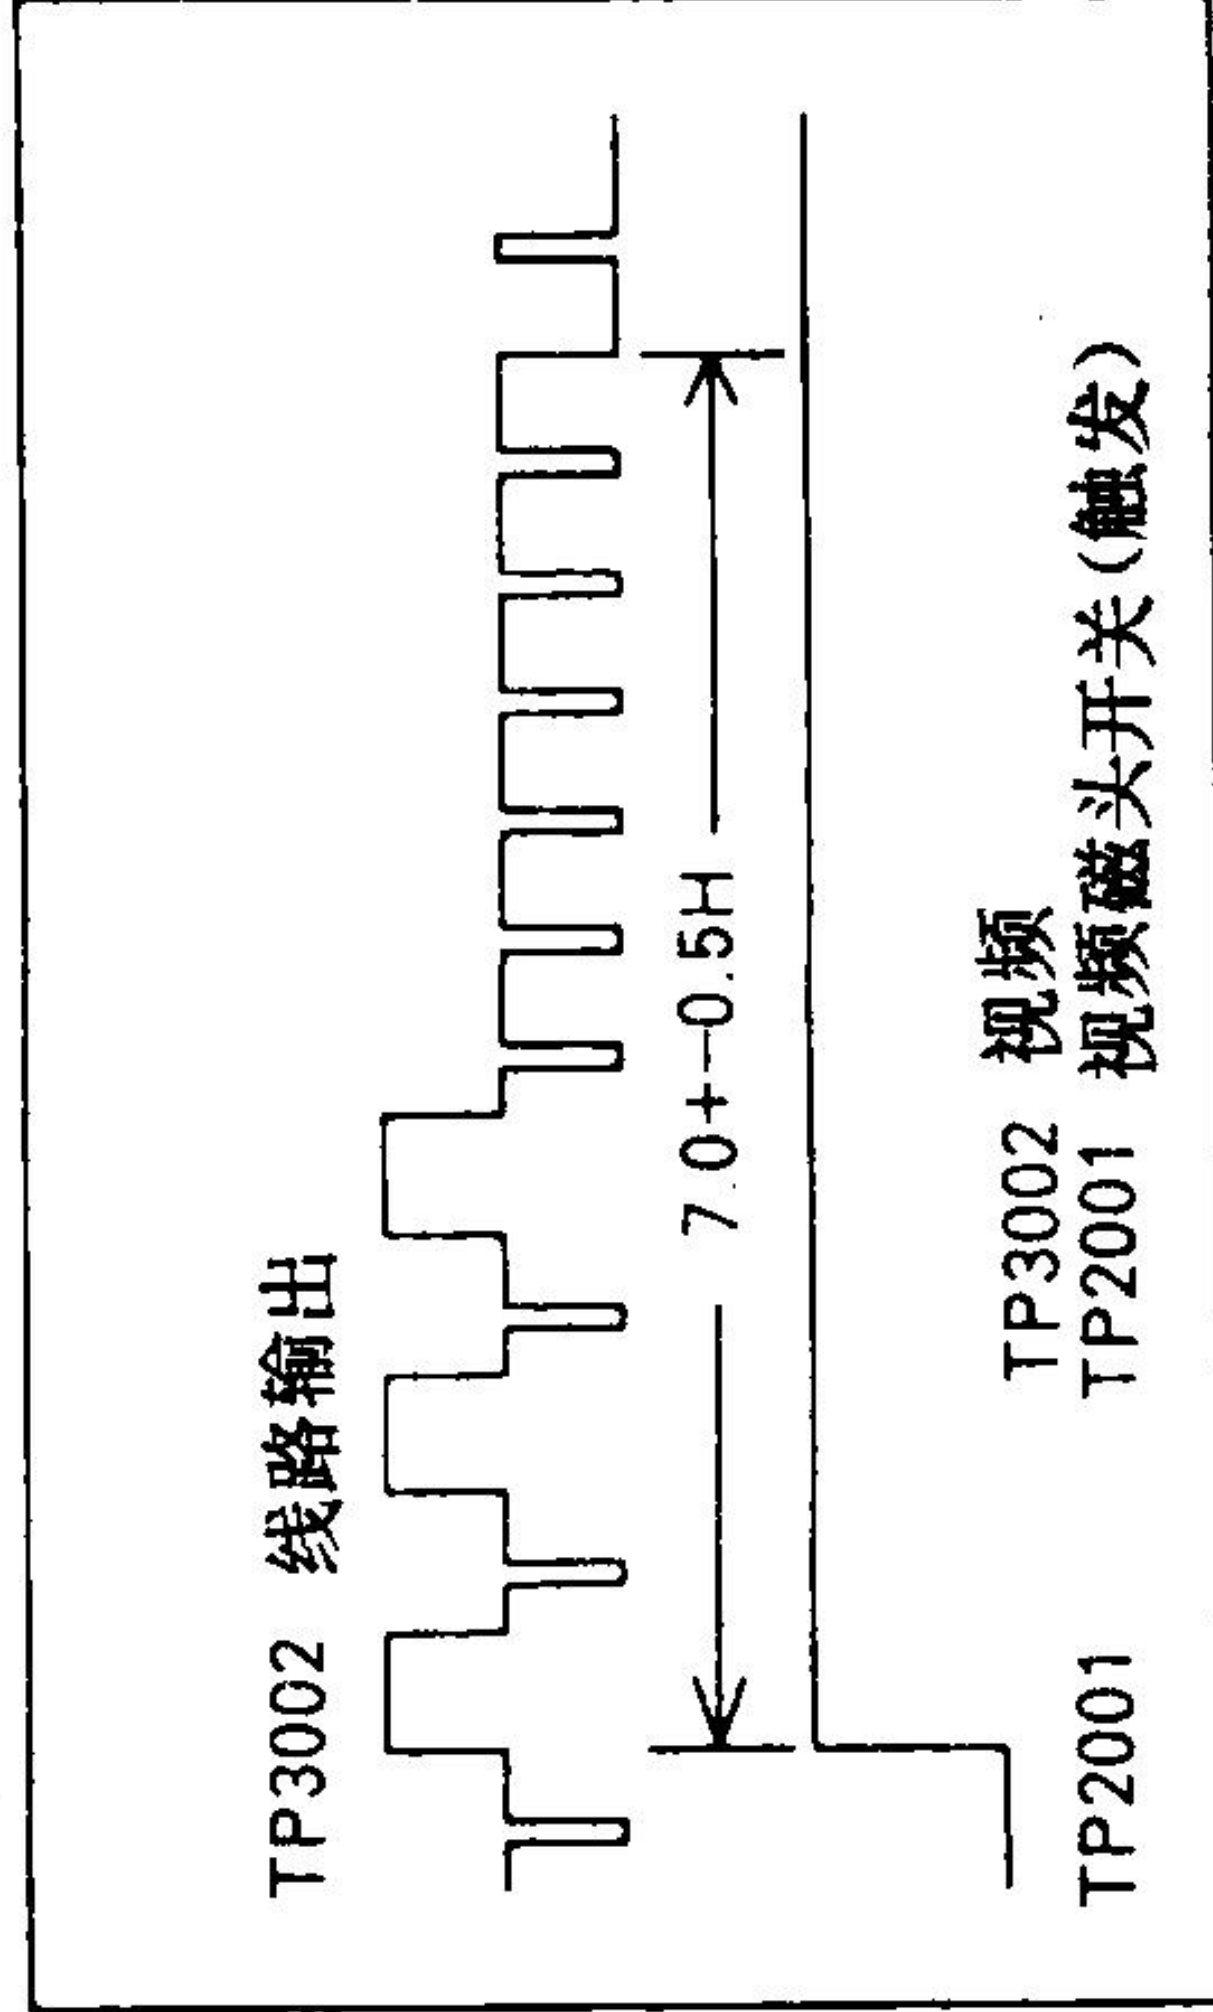

图 E3
3. 调整 V R 2001, 使相位差为 (7.0 ± 0.5)*; 见图 E3。